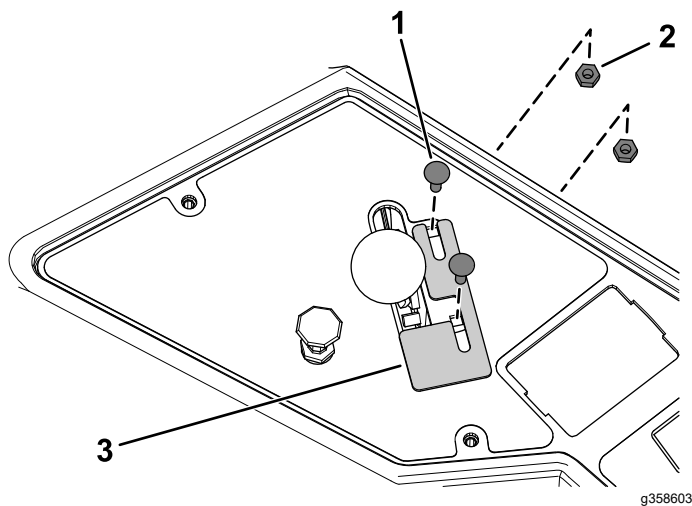

Figura 21
3. Fissate senza serrare la nuova piastra dell'acceleratore e la leva dell'acceleratore al pannello di controllo utilizzando i 2 bulloni a testa tonda (n. 10 x 5/8") e i 2 dadi di bloccaggio (n. 10) come illustrato nella Figura 21.